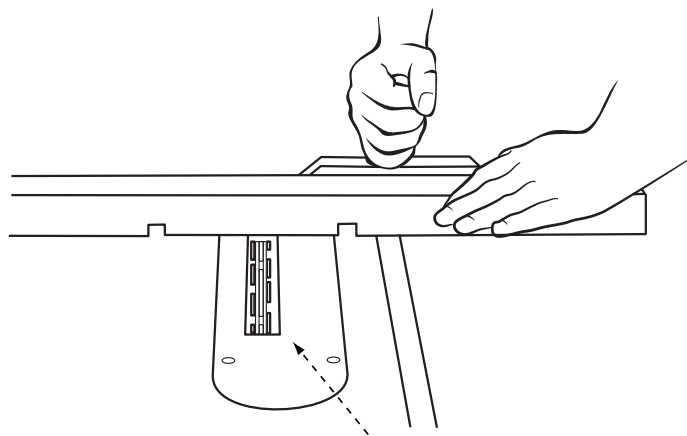

FIGURA 27
- Debe usar la placa de garganta para ranurar de accesorio, mostrado en la Figura 27, en vez de la placa de garganta estándar. Asegúrese de que la placa de garganta esté al nivel de la mesa antes de continuar.